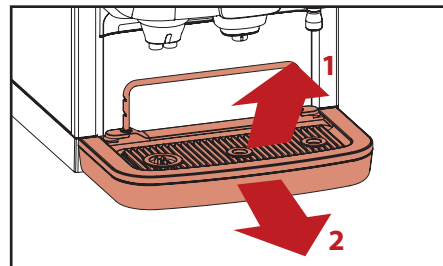

Bild 5.3 - Ta bort koppen & droppbricken
2. Ta bort koppbricken genom att lyfta den från stängen (bild 5.3, 1).
3. Ta bort droppbricken (bild 5.3, 2).